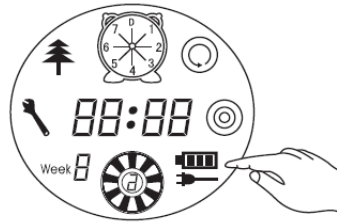

Figure 5
6. Nachdem die Batterie aufgebraucht ist, wird der erste Balken des Ladesymbol flackern, wenn der zweite und dann der dritte Balken flackert zeigt es das es am Aufladen ist. Wenn es aufhoert zu flickern dan bedeutet es das es Geladen ist. (Siehe 4 und Abbildung 5 Abbildung)